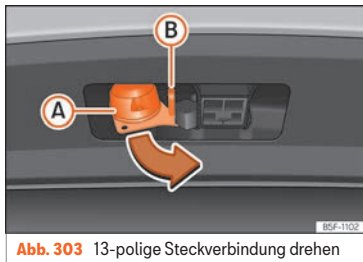

Abb. 303 13-polige Steckverbindung drehen
- Halten Sie die 13-polige Steckverbindung im Bereich (A) und ziehen Sie sie in Pfeilrichtung heraus »» **Abb. 303**.
- Halten Sie die 13-polige Steckverbindung im Bereich (A) und stecken Sie sie entgegen der Pfeilrichtung ein »» **Abb. 303**.
Die Sicherheitsöse (B) »» **Abb. 303** dient dem Einhängen des Halteseils des Anhängers.